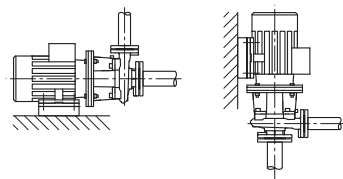

Fig. 40: Uitvoering IL:
- Inbouwpositie: Alleen loodrechte installatie is toegestaan (zie Fig. 40).